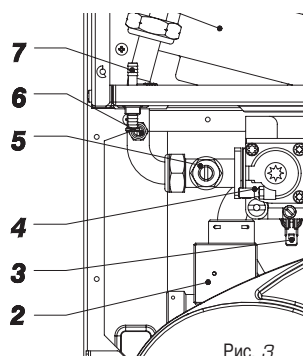

Рис. 3
Подсоединить дифманометр (знак +) со шкалой десятых долей в мм или Паскаль к клемме газа (6 Рис. 3).
- 1) Повернуть **против часовой стрелки**, до конца шкалы, триммер мощности отопления В (6 Рис. 3).